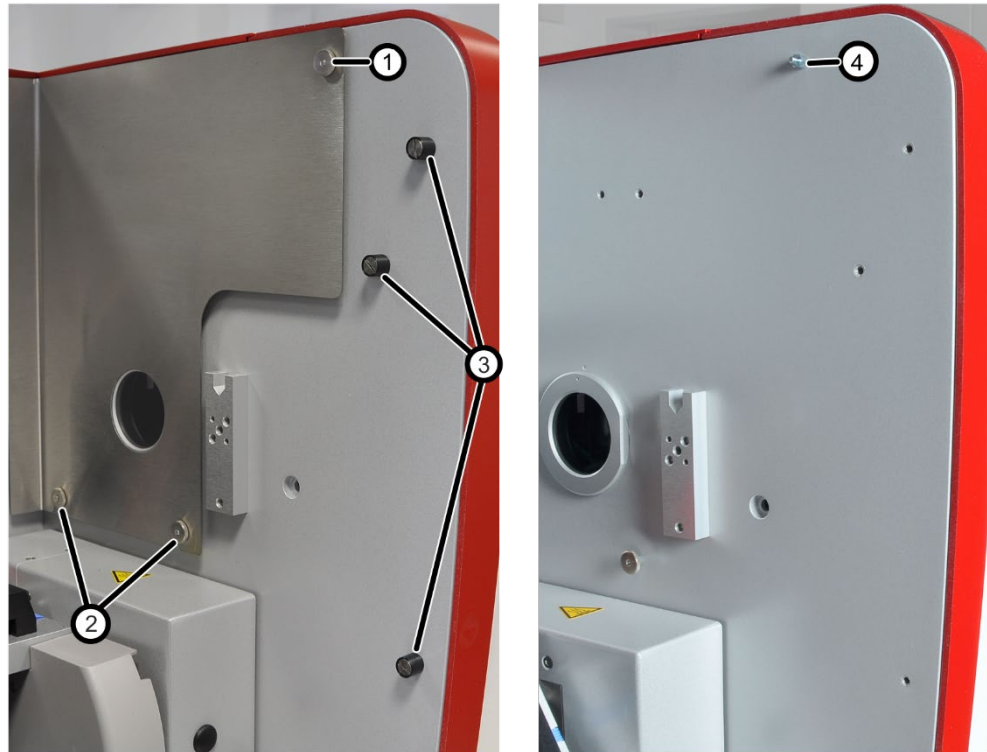

Imagen 11 Preparar el contrAA 800 D para el montaje del SSA 600
1. Retirar ambos tornillos de fijación superiores de la parte izquierda y derecha de la lámina de protección térmica (1 en Imagen 11 ).
2. Aflojar los 4 tornillos moleteados de la parte inferior izquierda y derecha de la lámina (2 en Imagen 11 ).
4. En la pared derecha del compartimento de muestras: Desenroscar los 3 pernos negros (3 en Imagen 11 ).
6. Quitar los 2 pernos hexagonales (4 en Imagen 11 ) a ambos lados del compartimento de muestras.